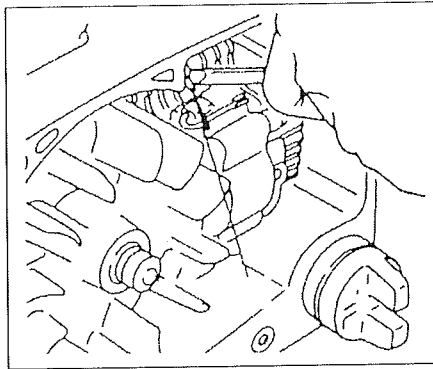

Fig.3-9
**Cleaning the cylinder fins (Fig. 3-9)**
**Nettoyage des ailettes du cylindre (Fig. 3-9)**
**Pulizia delle alette del cilindro (Fig. 3-9)**
**Reinigen der Zylinderrippen (Fig. 3-9)**
**Limpieza de las aletas del cilindro (Fig. 3-9)**
Limpieza de las aletas del cilindro (Fig. 3-9) El motor puede recalentarse y perder la potencia cuando queden atrapadas las astillas de madera entre las aletas del cilindro (1). Para evitar este problema, deben mantenerse las aletas del cilindro y la caja del ventilador siempre limpias. Cada 100 horas de operación, o una vez al año (o con más frecuencia cuando sea necesario), limpiar aletas y la superficie exterior del motor, eliminando sedimentos de polvos, suciedad y aceite que causen el enfriamiento inadecuado.
**Rengöring av cylinderflänsarna (Fig. 3-9)**